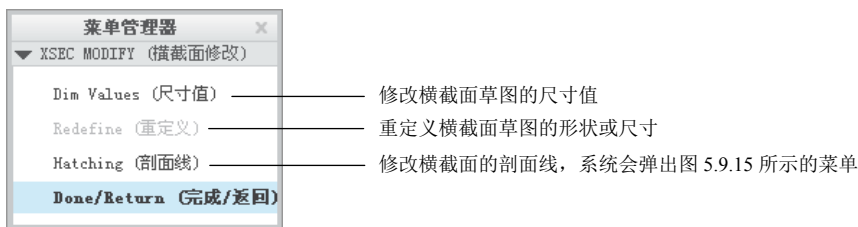

图 5.9.10 “横截面修改”菜单
(1) 在剖面操作界面中，选取要修改的横截面名称 section_1，然后选择 **编辑** ➔ **重定义** 命令。
(2) 在图 5.9.10 所示的 **▼ XSEC MODIFY (横截面修改)** 菜单中，选择 **Hatching (剖面线)** 命令。